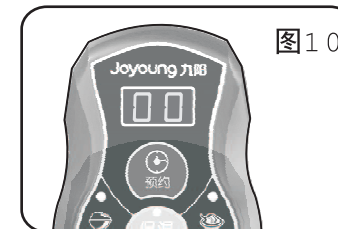

图10
- 1、接通电源，数码灯显示“00”的红色数字(见图10)，表示电压力煲已进入准备工作状态，此时可按下“米饭、鱼、粥/汤、蹄筋/豆、肉/鸡”五个功能键选择相应的功能，按下相应的功能键时，相应功能键旁的指示灯亮起。不同功能下的烹饪时间与默认保压时间如下表所示: